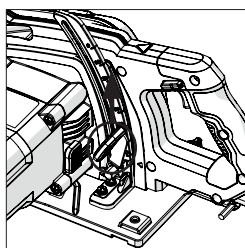

Fig. 10
- Allentare il meccanismo di bloccaggio della profondità di taglio tirando verso l'alto la leva di funzionamento, **(5)** **(Fig.10)**.